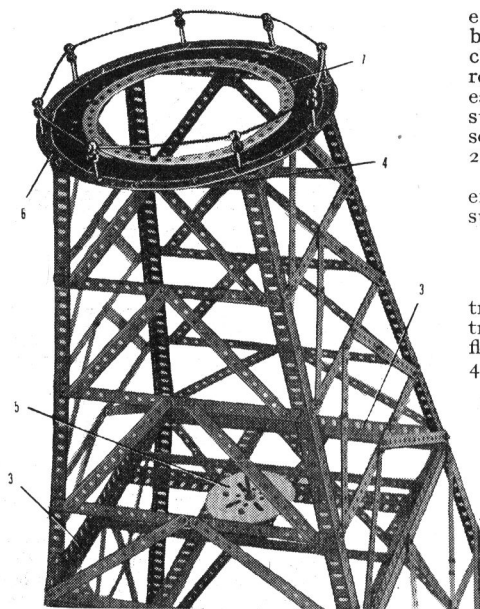

Fig. 2.
La plate-forme qui est construite au sommet de la tour (fig. 2) est formée de plaques flexibles de 6×4 cm. tenues entre deux bandes circulaires. La bande circulaire extérieure (6) est composée de 9 bandes incurvées épaulées de 10 cm. La bande circulaire intérieure (7) de 18 cm. de diamètre